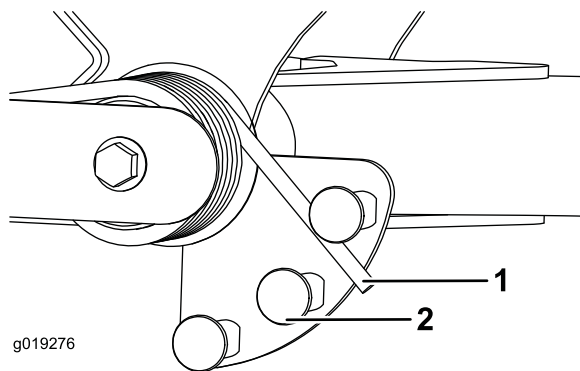

図 53
- スプリングの長い方の端部にチューブのようなものを取り付けて、スプリングアクチュエータの周囲に巻きつけるようにして希望位置にセットする 図 53。